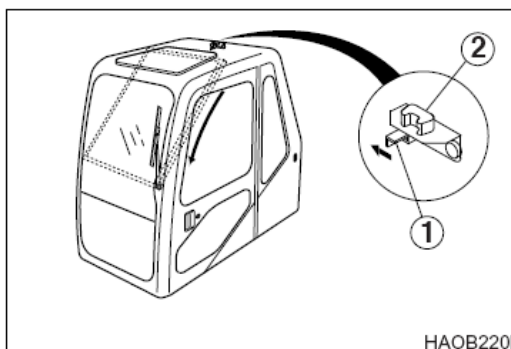

Figura 96
4. Coja la manivela superior de la parte frontal con la mano derecha y suelte la palanca (1, Figura 96) en la misma dirección de la flecha para desbloquear el pestillo (2).